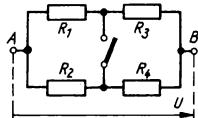

Bild 63
- Zwischen den Punkten A und B der im Bild 63 dargestellten Schaltung liegt die konstante Spannung 120 V. Die Widerstände haben folgende Werte: $R_1 = R_4 = 200 \Omega$, $R_2 = R_3 = 100 \Omega$. Berechnen Sie die Stromstärke für den Fall, daß der Schalter 1. geöffnet und 2. geschlossen ist.